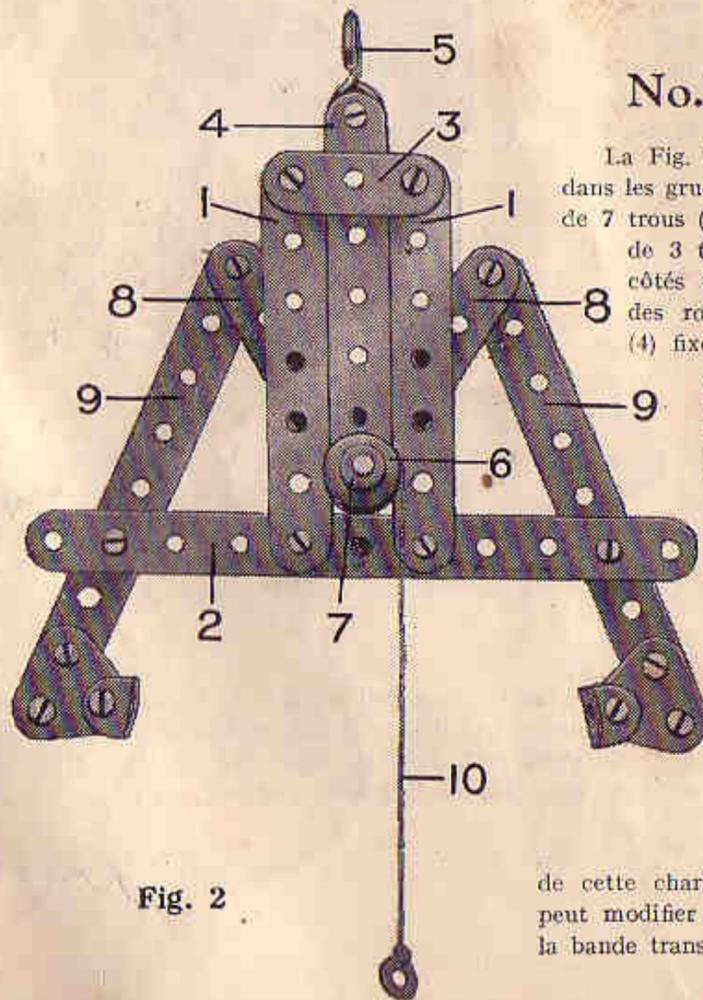

Fig. 2
La Fig. 2 nous montre une pince articulée employée dans les grues soulevant de lourdes charges. Les bandes de 7 trous (1), les bandes de 11 trous (2) et les bandes de 3 trous (3) sont toutes en double et les deux côtés du cadre ainsi constitué sont séparés par des rondelles métalliques. 2 bandes de 7 trous (4) fixées au crochet (5) glissent entre les bandes (3) qui sont guidées par deux poulies de 12 mm. (6) maintenues en position de n'importe quel côté des bandes, par un collier (7). Une extrémité des deux bandes de 5 trous (8) est articulée sur l'arbre des poulies et les autres extrémités sont fixées par des boulons et des contre-écrous aux bandes de 9 trous (9), qui sont libres de se mouvoir autour de boulons dans les bandes (2). Une corde (10) passe autour d'une poulie de 12 mm. (6) et est fixée aux bandes (2).